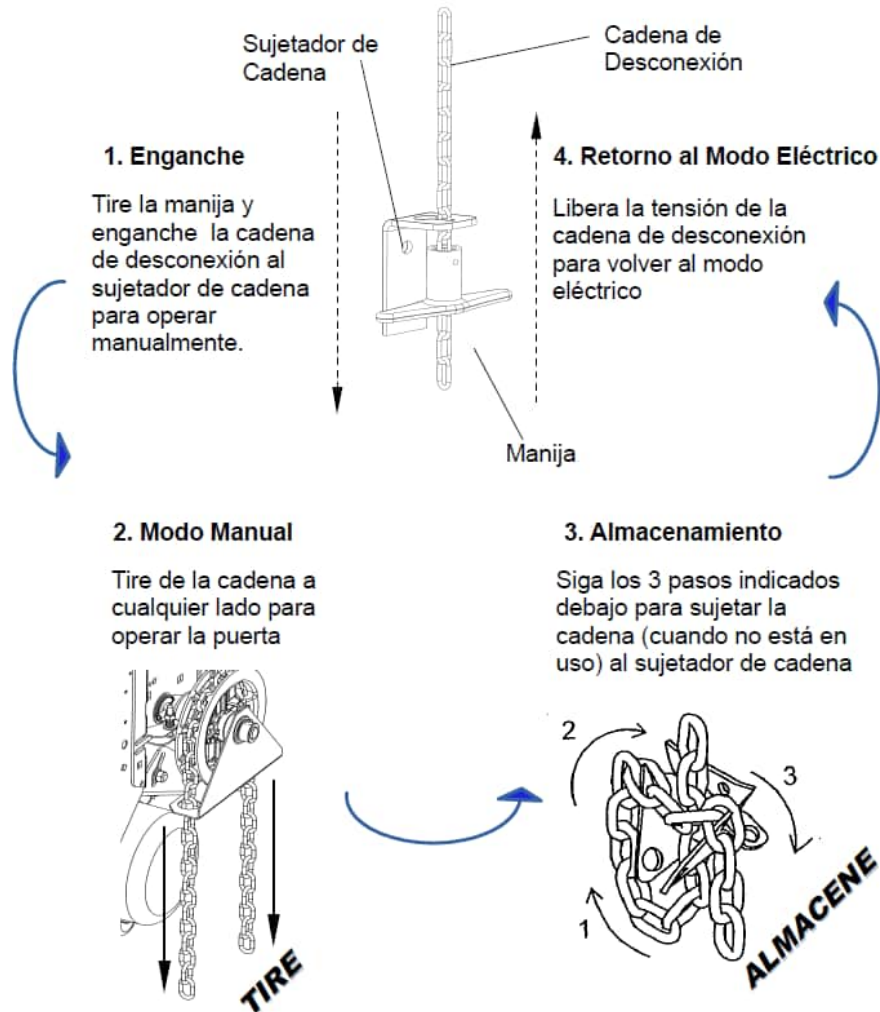

Figura 15 - Enganche y operación de la polea
- Activar el mecanismo de la polea manual (ver la Figura 15)